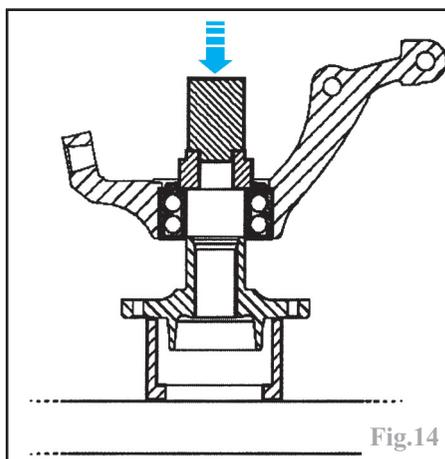

Fig.14
- engager le pivot sur le moyeu avec un mandrin de  $60 \text{ mm}$  de diamètre extérieur (Fig.14).